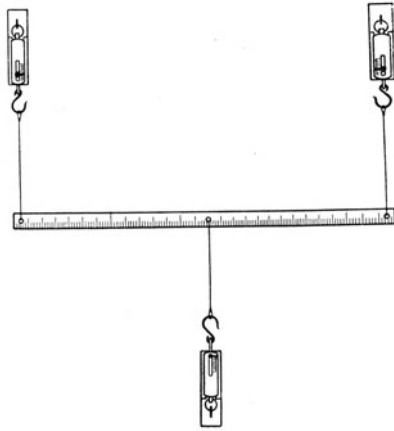

Fig. 57.
**Anleitung.** 1) Binde bei den Teilstrichen 2 und 98 cm des Meterstabes mit Schleifen die Enden zweier Schnüre an und befestige deren andere Enden an den Haken zweier Federwagen. Klemme die Schlitten der Federwagen mit Zwingen an den Tischrand. Bringe ebenso am Teilstrich 50 mit einer Schnur eine dritte Federwage an und klemme ihren Schlitten am gegenüberliegenden Tischrand fest. Richte die ganze Anordnung so aus, daß alle Schnüre und Schlitze der Federwagen genau gleich laufen und die beiden Federwagen, die nach derselben Seite ziehen, Zugkräfte von  $\sim 5 \text{ kg}^*$  anzeigen (Fig. 57).